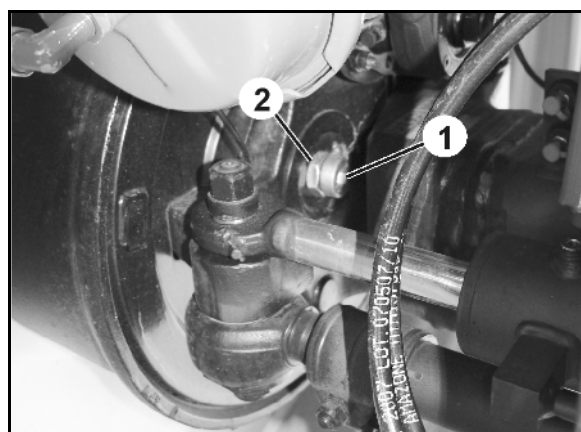

Fig. 48
2. Anschlagschrauben (Fig. 48/1) in Bremstrommel festziehen und mit Kontermutter (Fig. 48/2) sichern.